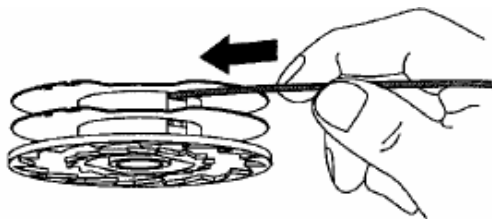

Fig. 22
3. Utilisez deux bouts de ligne de coupe de 0,080 pouce (2 mm) de diamètre et d'une longueur d'environ 10,5 pouces (27 cm). Insérez les deux fils dans les deux verrouillages de la bobine. (Fig. 22)